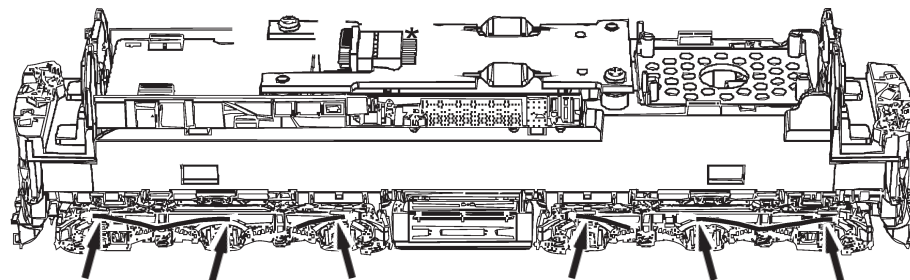

Fig. 8
1. Reinigung der Radstromkontakte: Radstromkontakte können auf unsauberen Schienen leicht verschmutzen. Entfernen Sie **vorsichtig** mit einem kleinen Pinsel **den Schmutz** an den in Fig. 8 gekennzeichneten Stellen.
1. Nettoyage des lames de courant aux roues: Les lames de contacts risquent de s'encrasser rapidement sur des voies poussiéreuses. Veuillez **enlever la poussière** aux endroits marqués à la fig. 8 à l'aide d'un petit pinceau souple.